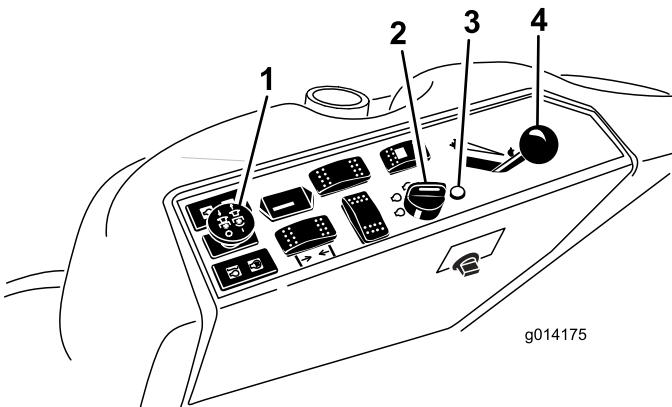

Figura 11
4. Disinserite la presa di forza (posizione Off) (Figura 11).